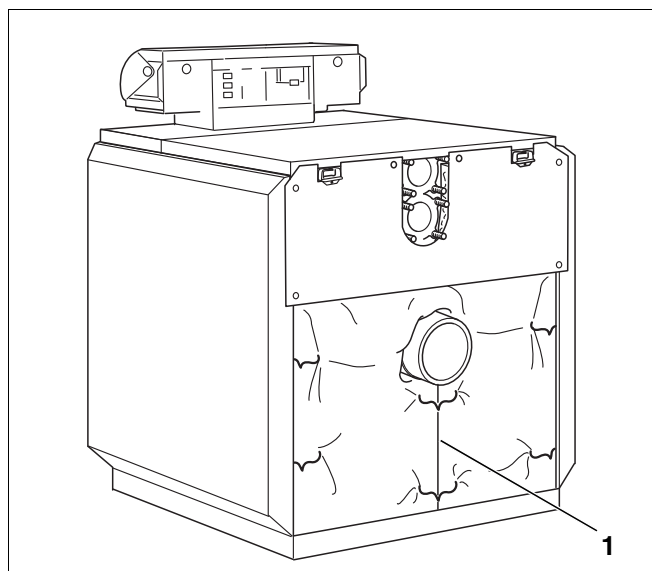

Fig. 55 Resserrer l'isolation thermique de l'élément arrière
- Rabattre l'isolation thermique de l'élément arrière et resserrer avec le ressort de tensions sous la buse des fumées (fig. 55, [1]).